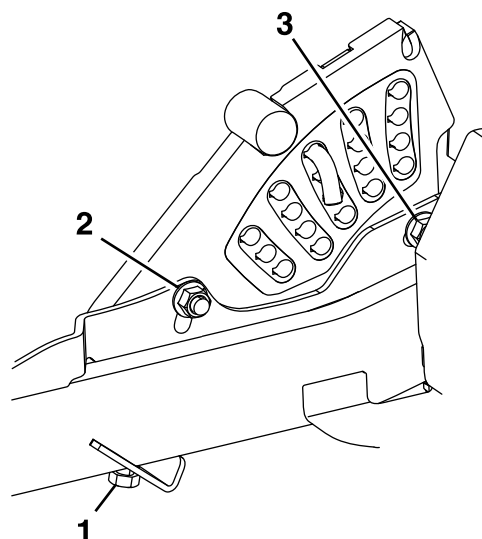

Figure 76
- Si le tablier est trop bas, serrez le boulon de réglage monopoint dans le sens horaire (Figure 76).